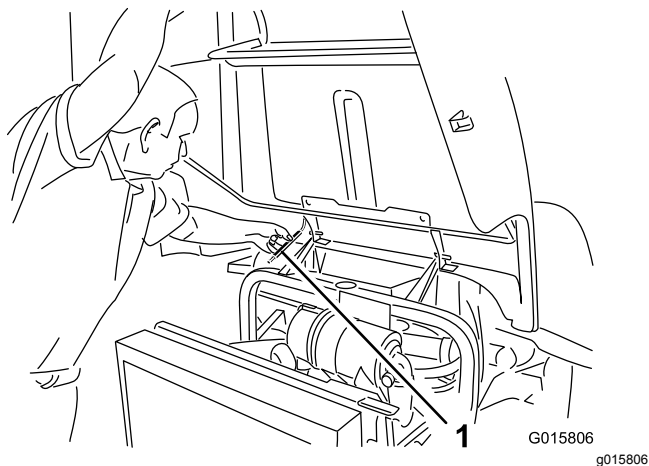

Рисунок 27
2. Поднимите капот настолько, чтобы можно было установить опорную стойку за трубой рамы (Рисунок 27).